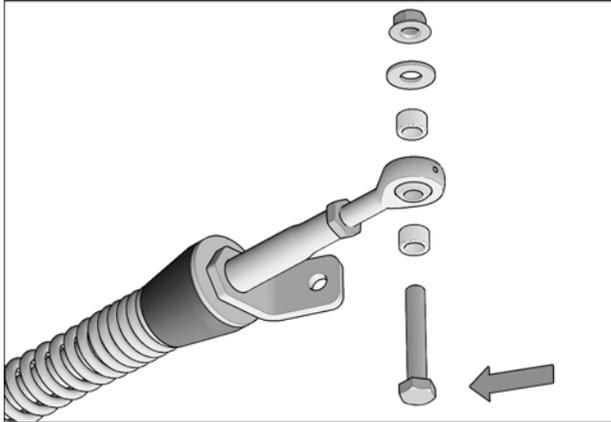

Fig. 23
13. Enlever les boulons, les rondelles et les systèmes avant. Insérer un boulon à l'extrémité de chacun des ancrages de suspension avant (A1-A2). Fig. 23.